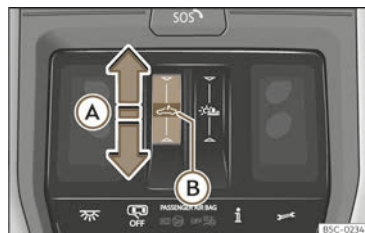

Abb. 88 Im Dachhimmel: Bedienelement für Panorama-Schiebedach.
- Automatische Bewegung: Den Finger nach hinten über den Funktionsbereich  >>> (Abb. 88) **A** ziehen.
- Innerhalb von etwa 5 Sekunden nach der Aktivierung des Einklemmschutzes den Finger nach vorne über den Funktionsbereich ➞ >>> (Abb. 88) (A) ziehen und gedrückt halten bis das Dach vollständig geschlossen ist.